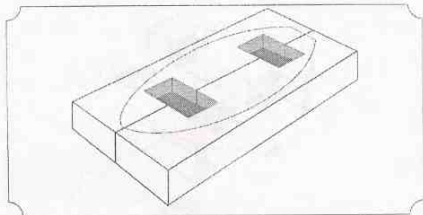

Рис. 15. На нижней части заготовки размечают контур корабля в соответствии с чертежом. После этого вырезают пазы под вкладыши
1. На нижней части заготовки размечают контур корабля в соответствии с чертежом. После этого вырезают пазы под вкладыши (Рис. 15).